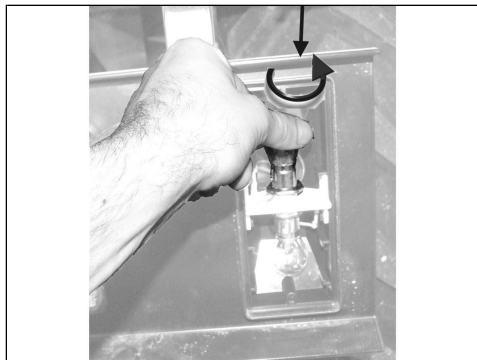

Abbildung 3
- Die Glühlampe ausbauen, indem man sie 1/4 Umdrehung entgegen dem Uhrzeigersinn dreht (Abbildung 3)